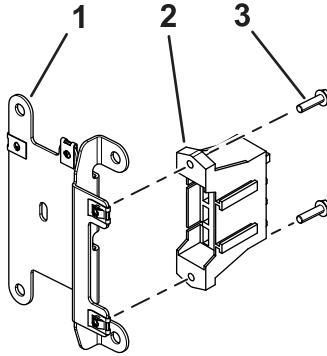

Figura 3
3. Instale el bloque de fusibles del arnés de cables en la placa de montaje de los fusibles usando 2 tornillos (N° 10 x 3/4"), como se muestra en la Figura 3.